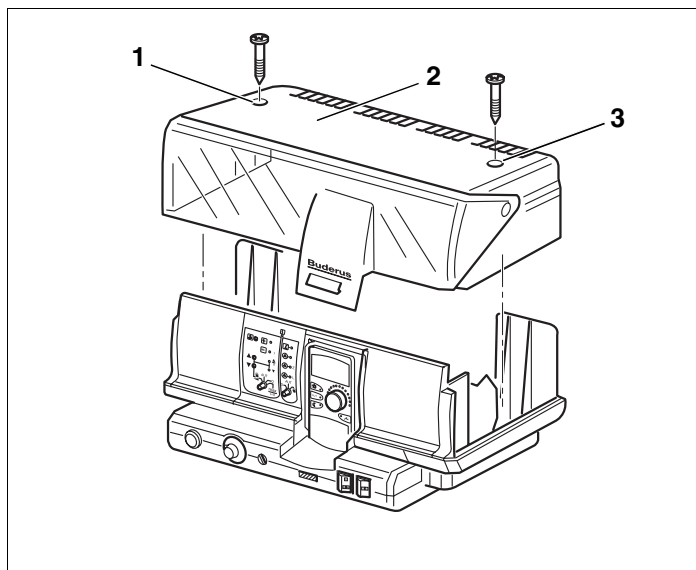

Fig. 14 Rimozione delle coperture
- Svitare le due viti sulla parte superiore dell'apparecchio (fig. 14, **pos. 1 e 3**).
- Sollevare la copertura della morsettiera (fig. 14, **pos. 2**).